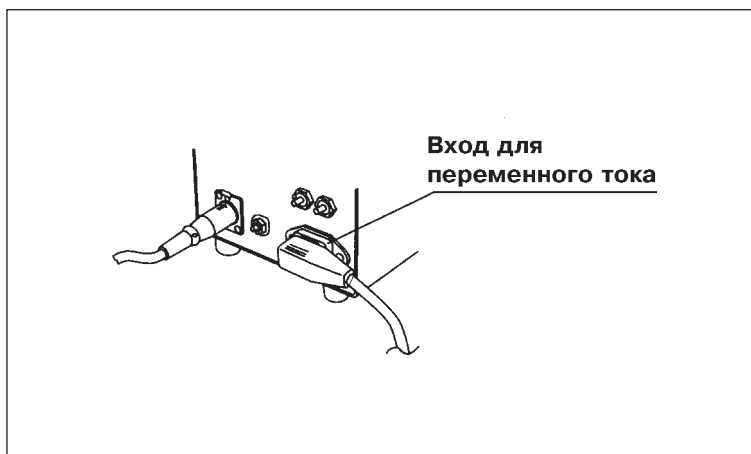

Рис.3.10
2. Вставьте до упора коннектор Сетевого Электрошнура в гнездо входа для переменного тока на задней панели ПРИБОРА ДЛЯ ТЕРМОКОАГУЛЯЦИИ (См. рис. 3.10)